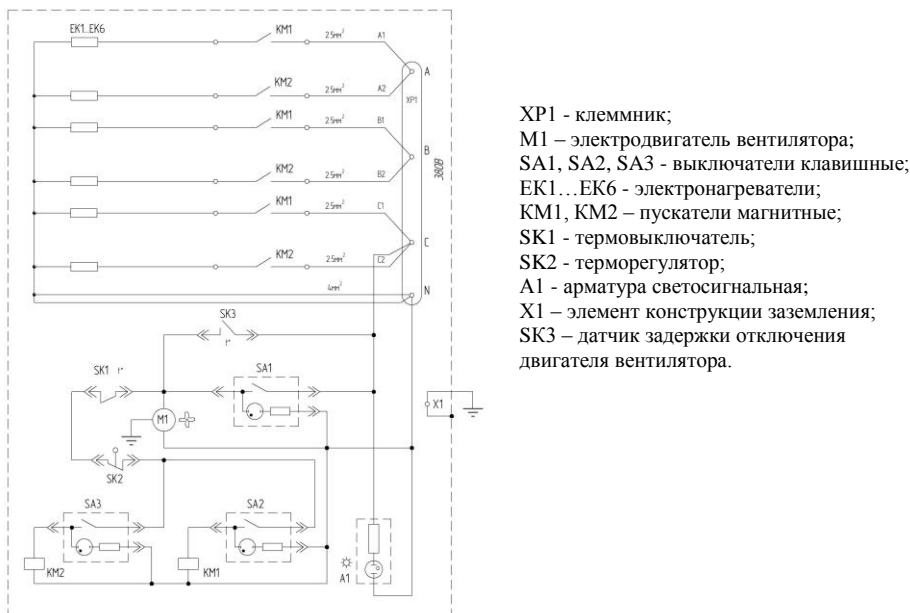
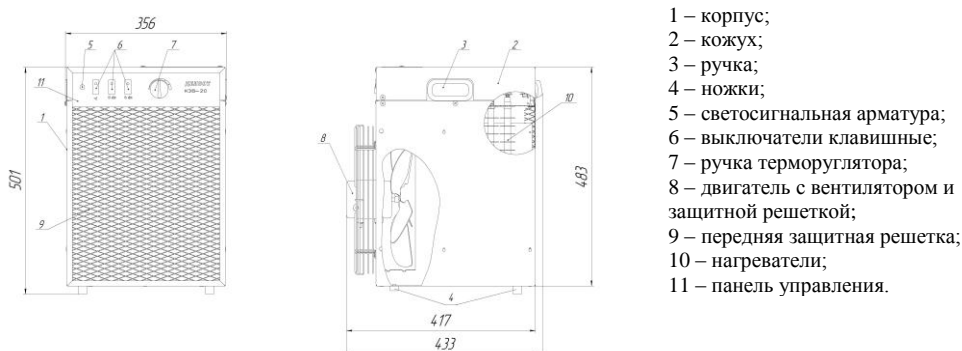

Рис. 1 - Схема электрическая принципиальная
Рис.2 Общий вид электрокалорифер КЭВ-20
5.1. Калорифер состоит (см. рис.2) из корпуса 1, внутри которого установлены оребренные трубчатые электронагреватели (ТЭНР) 10, двигатель с вентилятором 8 и электромонтаж. На панели управления 11 установлена светосигнальная арматура 5, выключатели 6, ручка 7 терморегулятора. При подаче питания загорается лампочка 5, включение первого (левого) выключателя запускает в работу двигатель с вентилятором. Без включения этого выключателя невозможно включить нагрев. Вторым и третьим выключателями включают ступени нагрева по 10 кВт. Включением второго и третьего выключателей обеспечивается полная мощность нагрева 20 кВт. Калорифер имеет терморегулятор, SK2 что позволяет автоматически поддерживать в помещении заданный температурный режим. Калорифер для защиты от перегрева снабжен термовыключателем SK1. Общий вид калорифера приведен на рис. 2, электрическая схема приведена на рис. 1.
5.3. Для обеспечения снятия остаточного тепла с нагревателей по окончании работы при отключении всех выключателей на пульте управления (см. рис.2) применен датчик задержки SK3 (см. рис.1), обеспечивающий продолжение работы двигателя вентилятора (5±2) мин с автоматическим отключением.
6.9. При отключении калорифера необходимо выключить все клавишные выключатели (см. рис.2). Двигатель вентилятора будет автоматически продолжать работать в течение (5±2) мин для снятия остаточного тока с нагревателей. Не отключайте электрокалорифер входным автоматическим выключателем, так как в этом случае двигатель вентилятора не будет работать и остаточное тепло с нагревателя не будет сниматься.